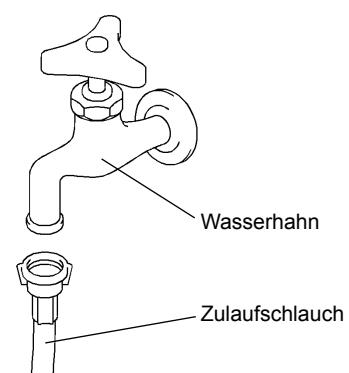

Abb. 5
- 2) Das andere Ende des Zulaufschlauchs auf den Wasserhahn (Abb. 5) stecken, dabei wie oben darauf achten, daß die Gummidichtung richtig liegt und fest ziehen. Vorsichtshalber sollte das Absperrventil in Reichweite sein.
2) Das andere Ende des Zulaufschlauchs auf den Wasserhahn (Abb. 5) stecken, dabei wie oben darauf achten, daß die Gummidichtung richtig liegt und fest ziehen. Vorsichtshalber sollte das Absperrventil in Reichweite sein.